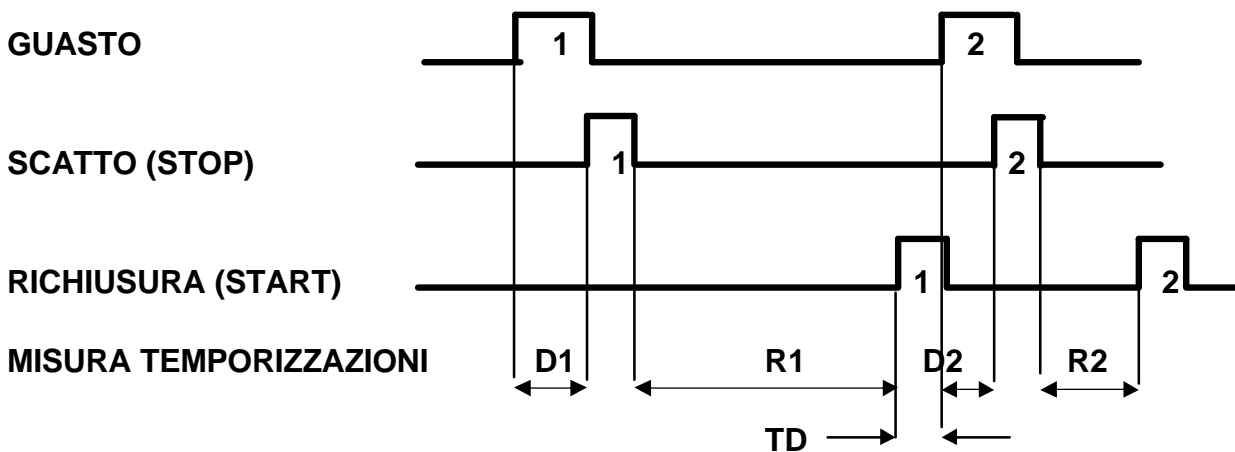

Figura 4: Misura temporizzazione di scatto e richiusura
- Verifica del richiusore. Via menu è possibile provare un richiusore. In questo modo operativo il T3000 applica automaticamente corrente dopo il tempo TD rispetto al comando di RICHIUSURA applicato all'ingresso START. Il prova relé misura ed immagazzina la temporizzazione di scatto e la temporizzazione tra la ricaduta dello scatto e l'arrivo del comando RICHIUSURA (figura 4). Durata del ritardo TD: da 0 a 999,99 s. Massimo numero di comandi di richiusura: 49. Durata massima per tutte le prove: 9999 s.